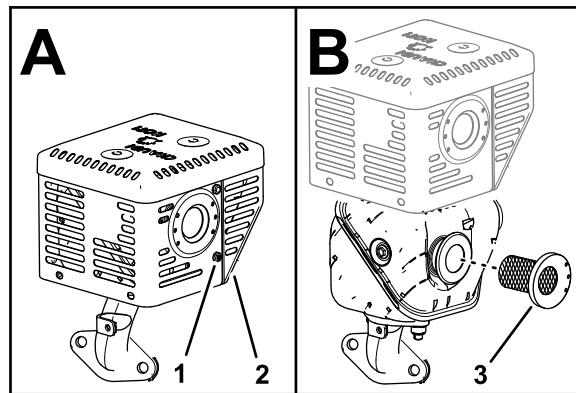

Figure 84
3. Déposez et nettoyez le filtre du pare-étincelles (Figure 84).
4. Installez le filtre du pare-étincelle sur le silencieux (Figure 84).
2. Retirez les vis qui fixent le pare-chaleur au silencieux, et déposez le pare-chaleur (Figure 84).